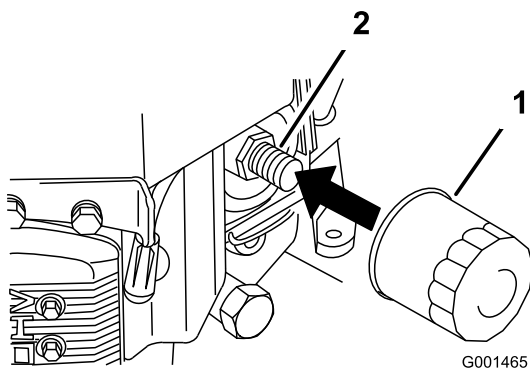

Bild 25
2. Entfernen Sie den alten Filter (Bild 25).
3. Ölen Sie die Gummidichtung am Ersatzfilter leicht mit Frischöl ein (Bild 25).
4. Montieren Sie den Ersatzölfilter am Filterstutzen. Drehen Sie den Ölfilter nach rechts, bis die Gummidichtung den Filterstutzen berührt. Ziehen Sie den Filter dann um eine weitere 3/4 Drehung fest (Bild 25).